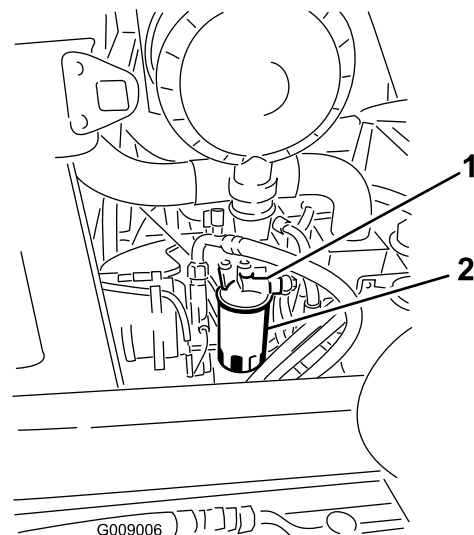

Bild 63
1. Reinigen Sie den Bereich um den Kraftstofffilterkopf (Bild 63).
2. Entfernen Sie den Filter und reinigen die Kontaktfläche (Bild 63).